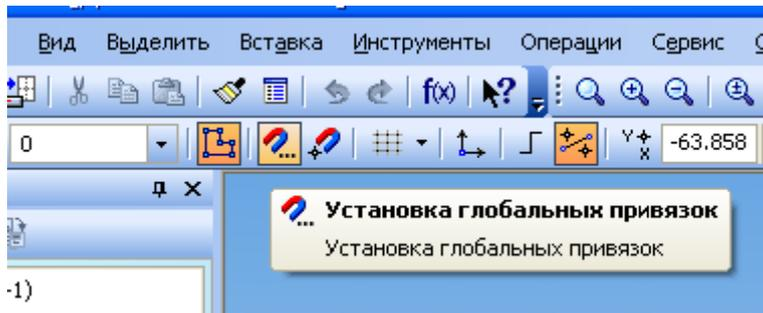
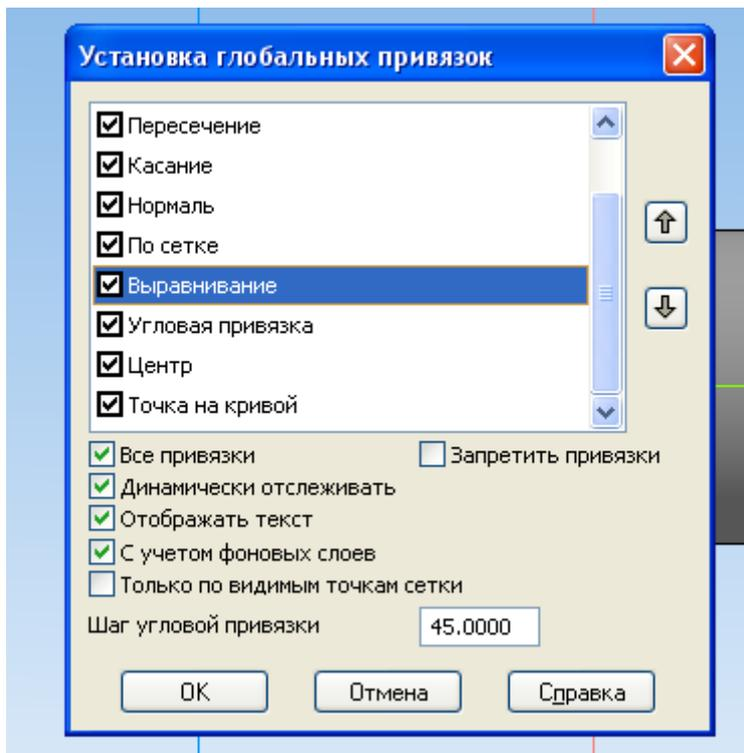

Рис. 23
Рис. 24
20. Следующий этап – построение сечения. Для этого укажите в дереве модели «плоскость XY», выберите ориентацию «Нормально к...». Далее переходите в режим редактирования эскиза. Теперь потребуется включить глобальную привязку «Выравнивание» - нажимаете кнопку «Установка глобальных привязок» (Рис. 23) и ставите галочку напротив «Выравнивание» (рис. 24).